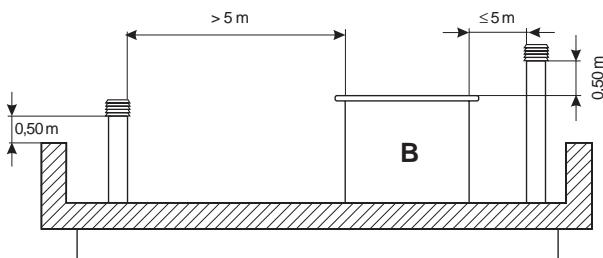

Fig. 5.2.4
• Afin d'éviter des inconvénients éventuels pendant le tirage, chaque cheminée doit avoir un conduit de fumée indépendant. S'il y a plusieurs conduits de fumée sur le toit, il faudra que ceux-ci se trouvent à au moins 2 mètres de distance l'un de l'autre et que la cheminée de toit du Monoblocco **DÉPASSE** les autres d'au moins 40 cm (Fig.5.2.4, 5.2.5). Si les cheminées de toit sont proches les unes des autres, il faudra les séparer par des cloisons.
• Les figures 5.2.4 (TOIT PLAT; **B** volume technique) et 5.2.5 (TOIT INCLINÉ; **B** au-dessus du faîte) indiquent les données du tableau des prescriptions UNI 10683/98 relatives aux distances et à l'emplacement des cheminées sur le toit.
Si hubiera más chimeneas en el tejado, es oportuno que las demás se hallen a 2 metros de distancia como mínimo y que la chimenea del Monoblocco sea por lo menos 40 cm **MÁS ALTA** que las otras (Fig.5.2.4 y 5.2.5). Si las chimeneas están muy cerca, se deben disponer unos separadores.